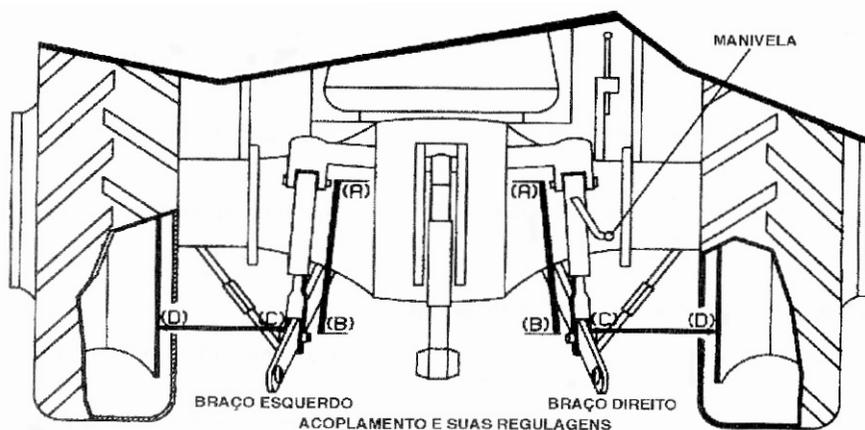

Fig. 1
- 4.4) Quando estiver próximo do equipamento, acione a alavanca do controle hidráulico até alinhar a esfera do braço inferior esquerdo com os engates do equipamento. (fig 1).
- 4.10) Uma vez completo o acoplamento, acione o hidráulico levantando o equipamento até 30 cm do solo; Para checar a nivelção transversal, isto é, a estrutura do equipamento deve estar na mesma altura do solo em ambos lados. Esta ajustagem é obtida girando a manivela do braço inferior direito, colocando as distâncias AB iguais como indicado na fig. 1
- 4.11) Centralização do equipamento ao trator: Com uma fita métrica verifique a dimensão CD do aro interno do pneumático, até os braços inferiores em ambos lados. Esta operação deve ser conseguida com o equipamento totalmente levantado (veja fig 1).
- 5.2) **Transversal** - O arado fixo já vem com o cabeçalho (parte frontal) com os pinos de engate na forma de manivela, o que define uma inclinação transversal necessária para um perfeito funcionamento com um máximo rendimento nos diferentes tipos de solo (vide fig. 4). Assim em terreno limpo, sem palha ou mato, a inclinação deverá ser menor e em terreno sujo a inclinação deverá ser maior. Esta variação será conseguida com a manivela niveladora do braço inferior do lado direito (vide fig. 1). Em terrenos sujos, os discos deverão trabalhar mais inclinados, ou seja, um ângulo maior permite maior saída da palha e maior rotação dos discos, evitando que a terra com mato fiquem entre as colunas dos discos. Nesta situação perde-se um pouco em profundidade de corte.